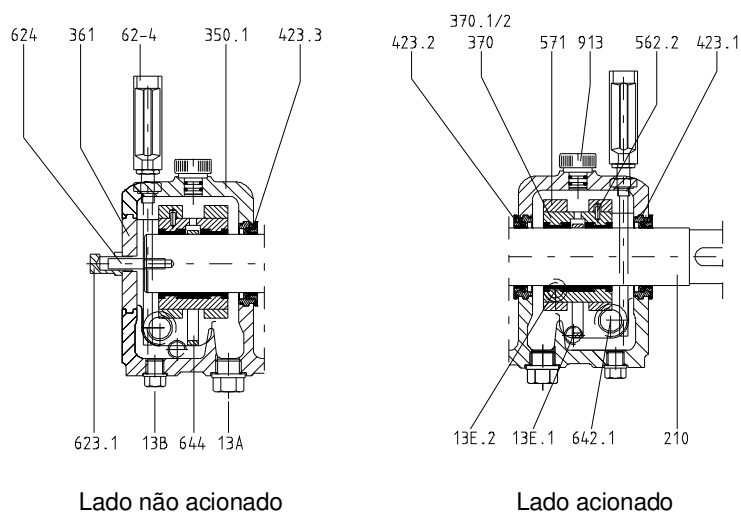

Figura 22A – Arranjo do mancal com mancais de deslize standard
- a) Lubrificação com banho de óleo e anel pescador (execução com mancais de deslize) (veja figura 22A e 22B).